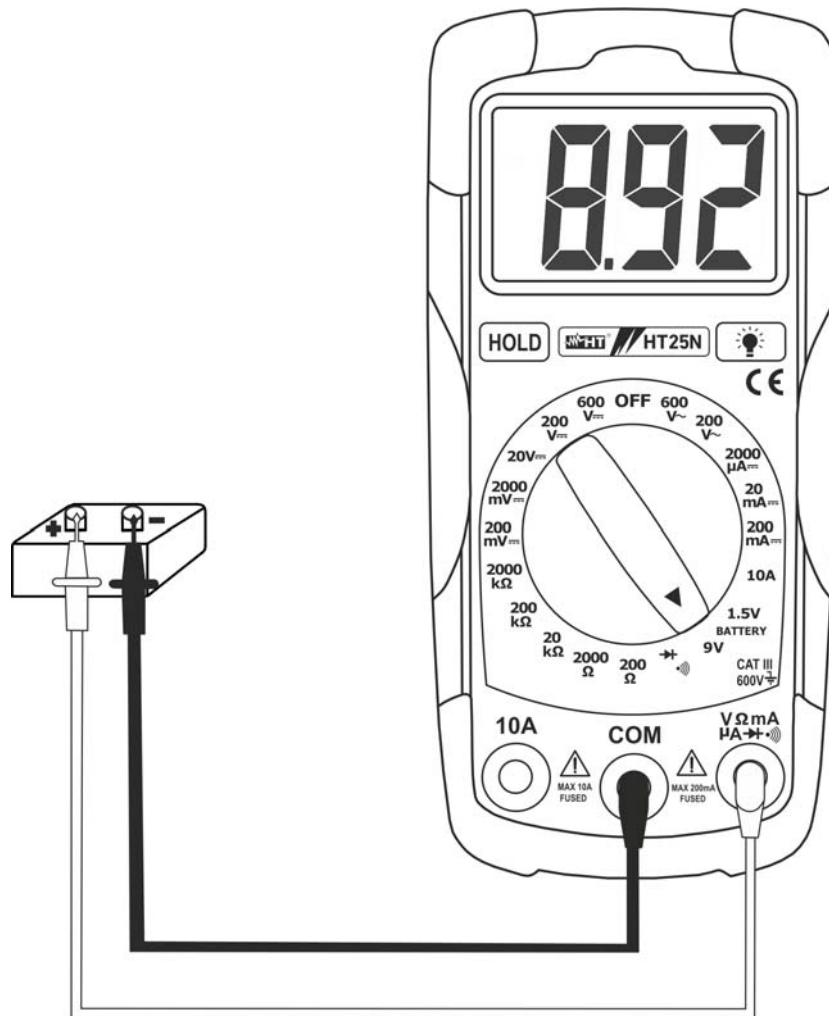

Fig. 7: Uso do instrumento para efetuar o teste de baterias
3. Colocar a ponteira vermelha e a ponteira preta respectivamente no polo positivo e negativo da bateria em exame (ver Fig. 7). O valor da tensão de bateria é apresentado no display.